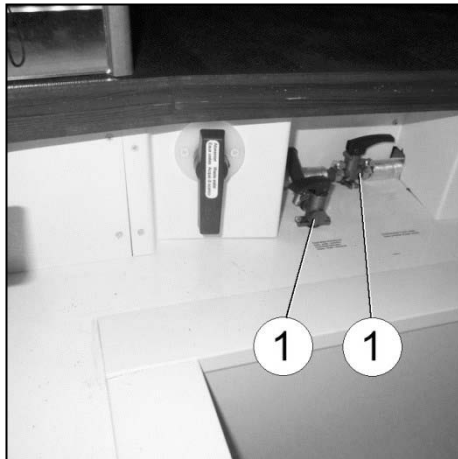

Fig. 121 Robinet de vidange (ouvert)
- Placer le culbuteur (Fig. 121/1) du robinet de vidange horizontalement ou verticalement. Ne pas le tordre ! Le fait de tordre le culbuteur risque d'endommager le robinet de vidange et va le rendre non étanche.
1. Fermer le robinet de vidange. Pour cela, placer le levier à bascule (Fig. 121/1) horizontalement.
3. Ouvrir le robinet de vidange. Pour cela, placer le culbuteur (Fig. 121/1) verticalement. Ainsi, le chauffe-eau est vidangé vers l'extérieur.